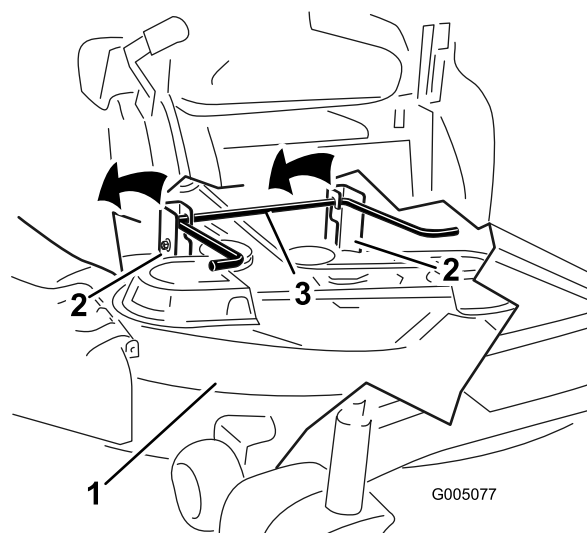

Figure 55
5. Soulevez et enlevez le tablier de coupe et les supports de la tige de levage arrière et abaissez la tondeuse au sol avec précaution (Figure 55).
5. Soulevez l'arrière du tablier de coupe et guidez les supports sur la tige de levage arrière (Figure 55).